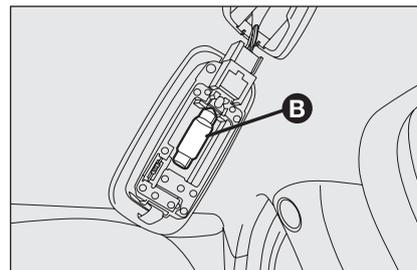

fig. 39
- sostituire la lampada **B-fig. 39** svincolandola dai contatti laterali accertandosi che la nuova lampada risulti correttamente bloccata tra i contatti stessi.